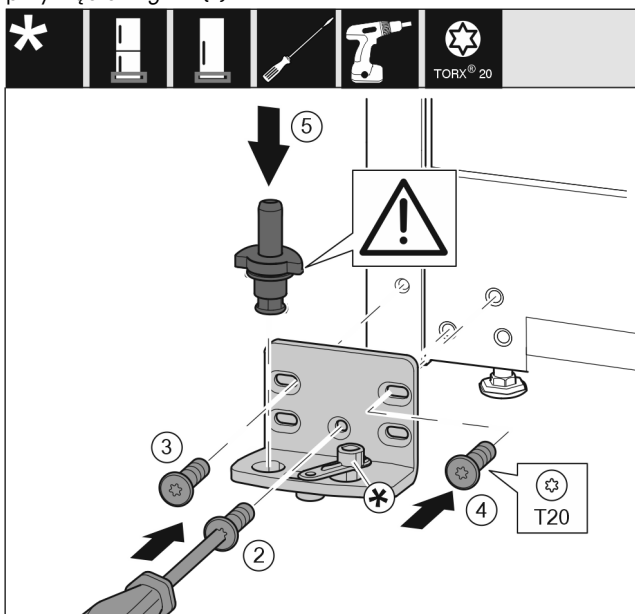

Fig. 13
- ▶ Płytkę zawiasu założyć z drugiej strony i przykręcić przy pomocy śrubokręta T20. Rozpocząć od śruby 2 dolnej umieszczonej na środku. Fig. 13 (2)
- ▶ Dokręcić śrubę 3 i 4. Fig. 13 (3,4)
- ▶ Założyć cały sworzeń płytki zawiasu. Przy tym zwrócić uwagę, by krzywka zatraskowa wskazywała do tyłu. Fig. 13 (5)